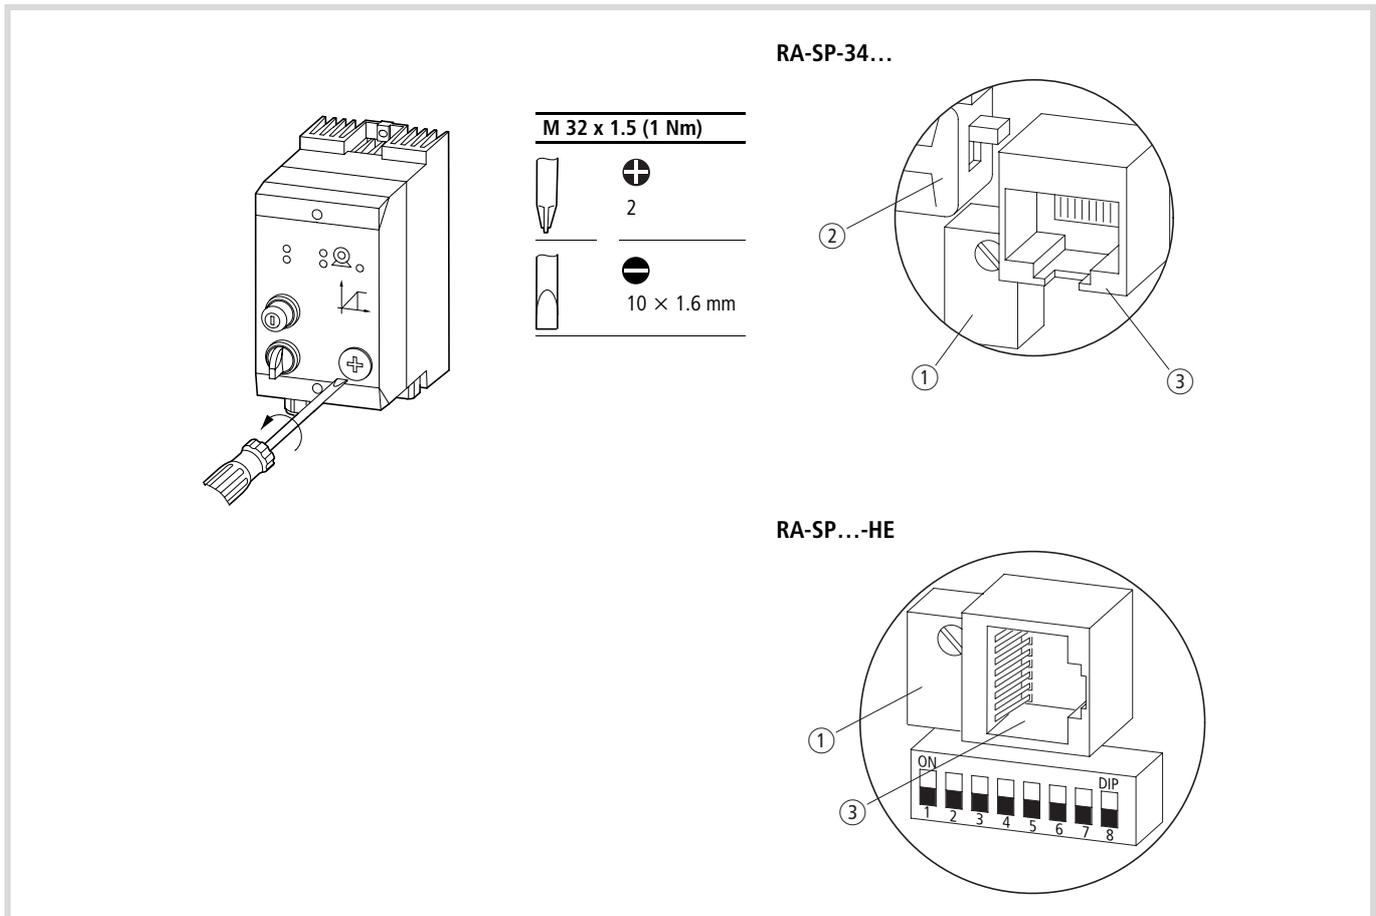

Abbildung 109: Modifikation der Werkseinstellung für Frequenz, Drehrichtung und Parameter
- ① Spindelpotentiometer „n₀“
- ② Drehrichtungsumkehr
- ③ Serielle Schnittstelle RS 422 (RJ45)
- ④ DIP-Schalter
① Spindelpotentiometer „n₀“ (→ Abb. 109)
② Phasenumkehr (→ Abb. 109)
③ Serielle Schnittstelle RS 422 (→ Abb. 109)